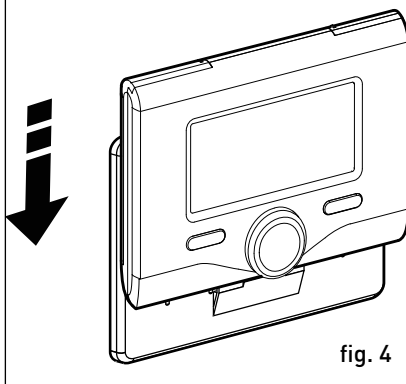

fig. 4
- zet de systeeminterface op de basis, door hem zacht naar beneden te duwen (fig.4).